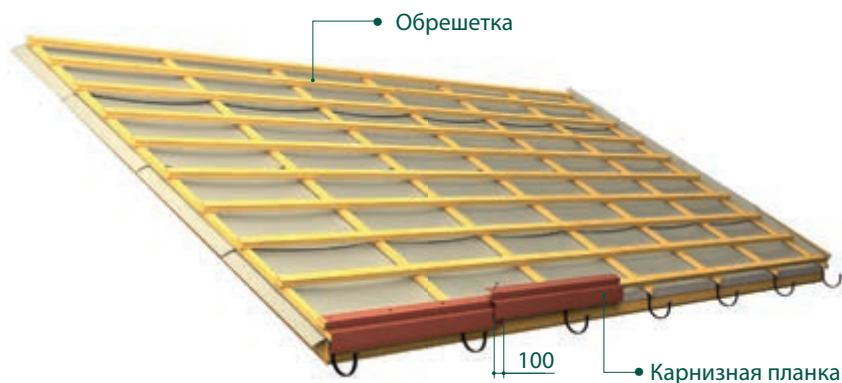

РИС. 7. Монтаж карнизной планки
- Установить на карнизную доску кронштейны крепления водосточных желобов РИС. 7.